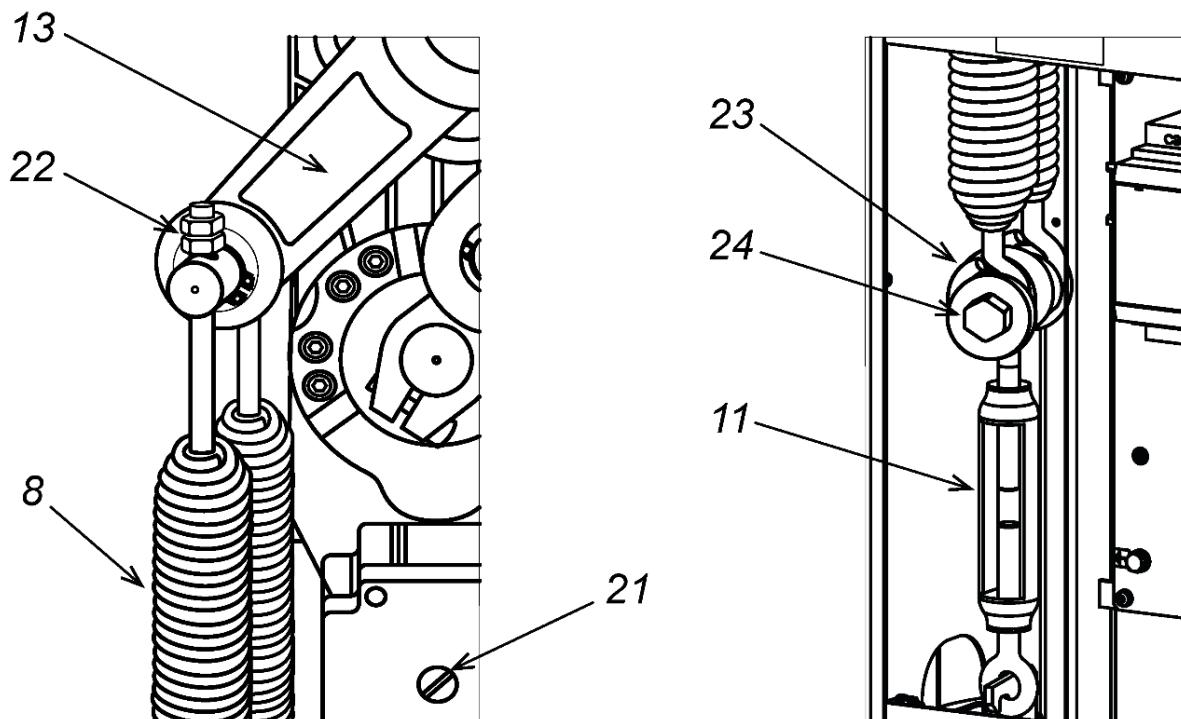

Рисунок 15. Установка балансировочных пружин
- Снимите дверцу (2), открыв замок ключом.
- На приводе стрелы переведите рычаг (13) в нижнее положение (см. рис. 15).
5. Также регулировать натяжение пружин можно при помощи гаек (22) на верхних шпильках пружин (см. рис. 15), при этом над гайками у обеих пружин должно быть примерно одинаковое количество витков резьбы, но не менее 3-5 витков.